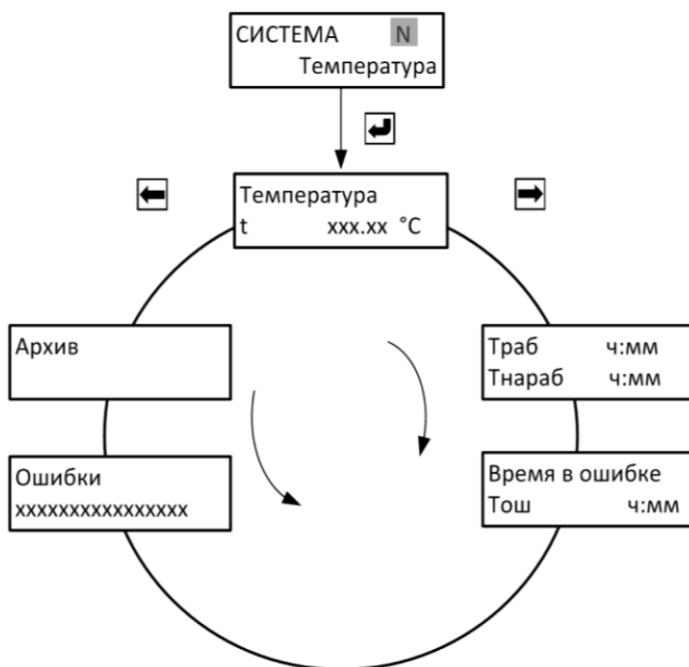

Рис.11 Режим «Рабочий» для схемы «Температура»
5.5. На рис.11 – рис 15 показаны схемы меню для различных теплотехнических схем, реализованных в теплосчетчиках ТЭМ-104 модификаций ТЭМ-104(ТЭСМАРТ.01), ТЭМ-104(ТЭСМАРТ.02), ТЭМ-104(ТЭСМАРТ.03), теплосчетчиках ТЭСМА-106.